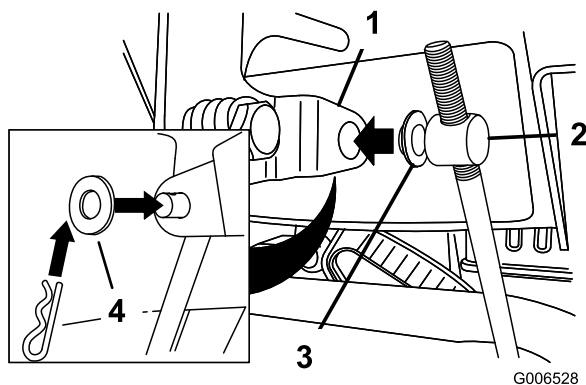

Figure 11
3. Retirez la goupille fendue et la rondelle extérieure du tourillon à l'extrémité supérieure de la tige de commande de vitesse (Figure 11).
Remarque: Pour faciliter l'installation, laissez la rondelle plate sur le tourillon (Figure 11).
- Soulevez la tige de commande de vitesses et insérez le tourillon dans le trou du levier sélecteur de vitesses (Figure 11).
- B. Désaccouplez le tourillon du sélecteur de vitesses (Figure 11).
- C. Tournez le tourillon vers le bas (sens horaire) sur la tige de commande de vitesse (Figure 11).
- D. Accouplez le tourillon au sélecteur de vitesses (Figure 11).
- C. Tournez le tourillon vers le haut (sens anti-horaire) sur la tige de commande de vitesse (Figure 11).